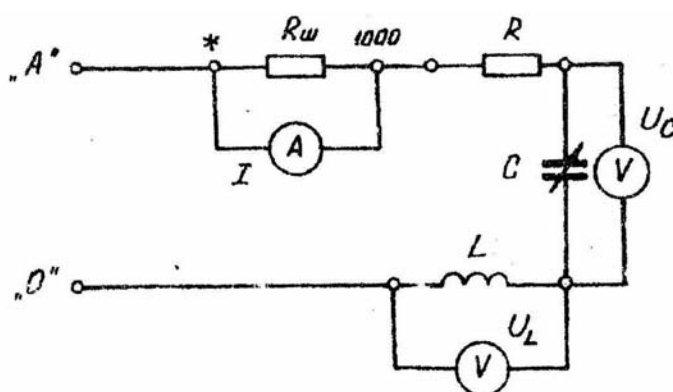

Рис. 2.1. Схема цепи с последовательным соединением R-, L-, C-элементов
1.1. Собрать на стенде «Уралочка» схему (рис. 2.1), используя комплектующие блоки.